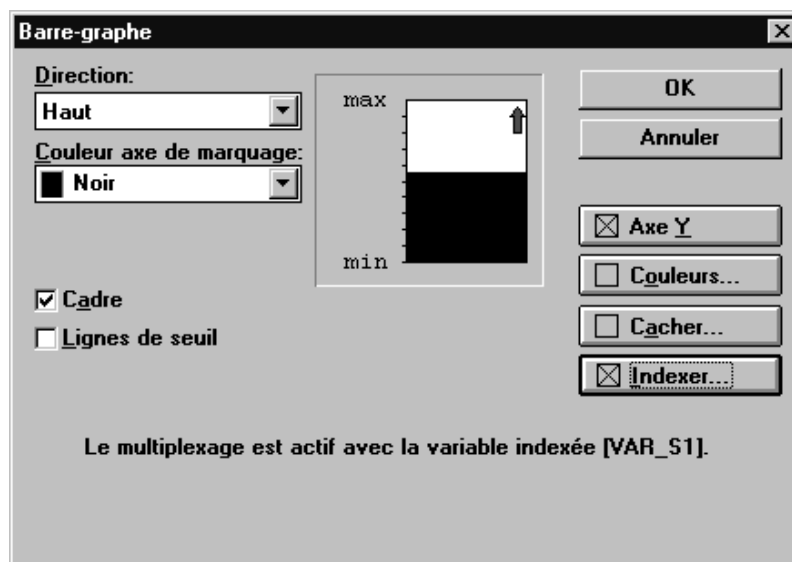

Figure 7-22 Affichage lorsque le multiplexage est activé
9. Quittez la boîte de dialogue *Multiplexage* en cliquant sur *OK*. Dans la boîte de dialogue *Barre-graphe*, le bouton *Indexer* est maintenant coché pour indiquer que le multiplexage est activé (voir la figure 7-22). En outre, la variable index est affichée à la place du champ *Variable*.